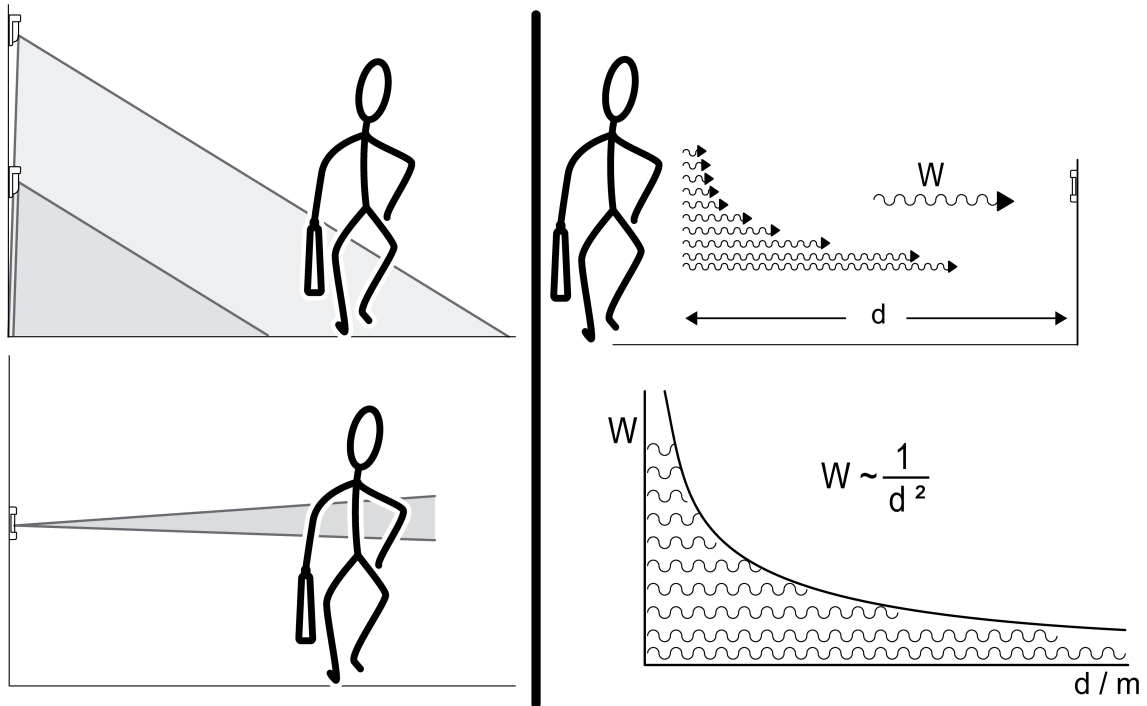

Bild 4: Registrering av värmekällor – registreringsfältets geometri och avstånd (fotometrisk avståndslag)
En rörelsedetektor som är riktad snett nedåt skiljer sig från en som är riktad rakt fram utan att begränsas (bild 4).
- Avstånd mellan värmekällan och rörelsedetektorn: ju längre värmekällan är från sensorn desto svagare är signalen som sensorn registrerar (bild 4).